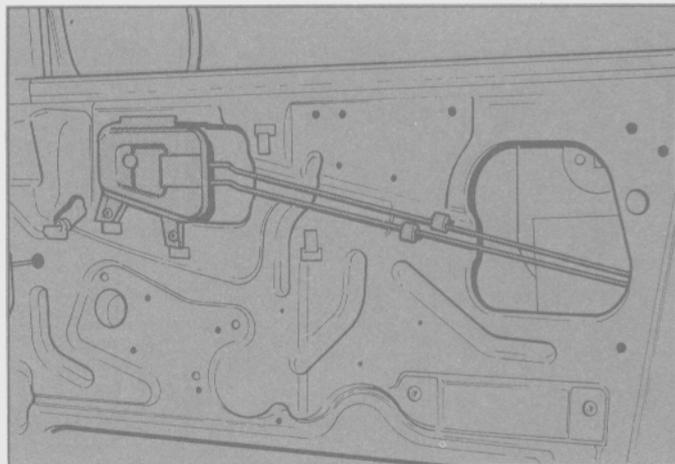

Fig. 346 - Conjunto de placa de mando.
- Retirar los dos tornillos que sujetan la manija de apertura (Fig. 346) y desengancharla de su soporte de retención. Desconectar la varilla de unión de la palanca de la manija y la varilla de unión de la palanca de la cerradura. Retirar el conjunto de palanca de mando de la puerta.